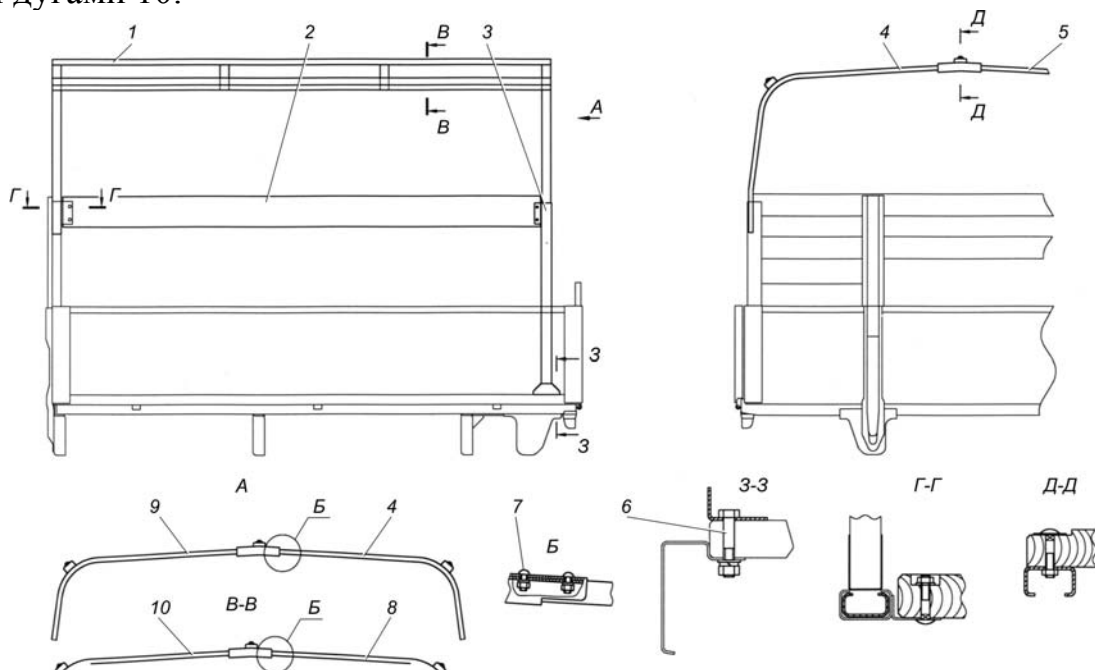

Рис. 12.8. Установка деталей каркаса тента:
1. Установить стойку 3 (рис. 12.8) с левой стороны платформы и стойку тента среднюю правую (на рис. не показана) с правой стороны, предварительно вывернув болты 6 из настила пола. После установки стоек закрепить их этими же болтами.